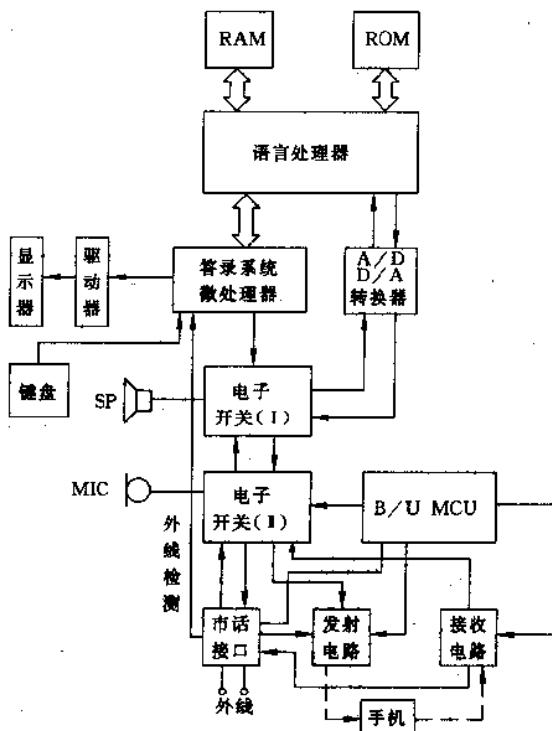

图 2-101
(1) 图 2-101 为一种数字型答录系统的构成框图,由图中可以看出,此系统有两个微处理器参与控制过程。其工作如下所述。
①用手机录音或放音